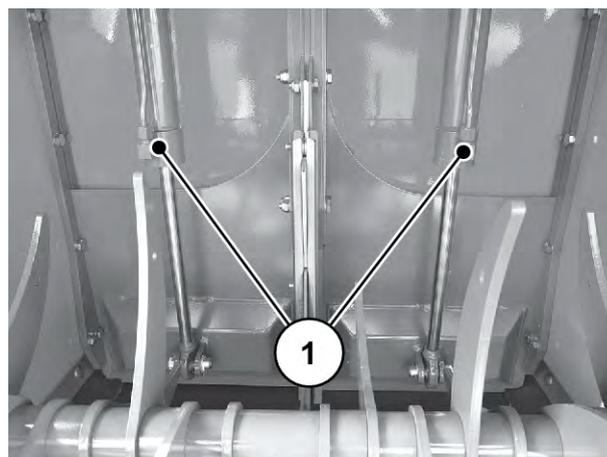

Fig. 101: Vérins hydrauliques de vanne de pré-dosage
- le vérin hydraulique des vannes de pré-dosage, *Fig. 101 Vérins hydrauliques de vanne de prédosage*